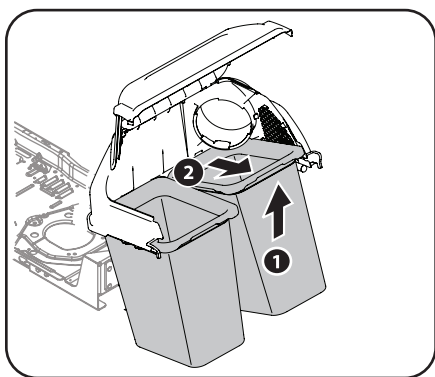

Figura 5-2
2. Retire las bolsas de césped, levantándolas (1) y separándolas del conjunto de soporte de las bolsas (2). Consulte la Figura 5-2.